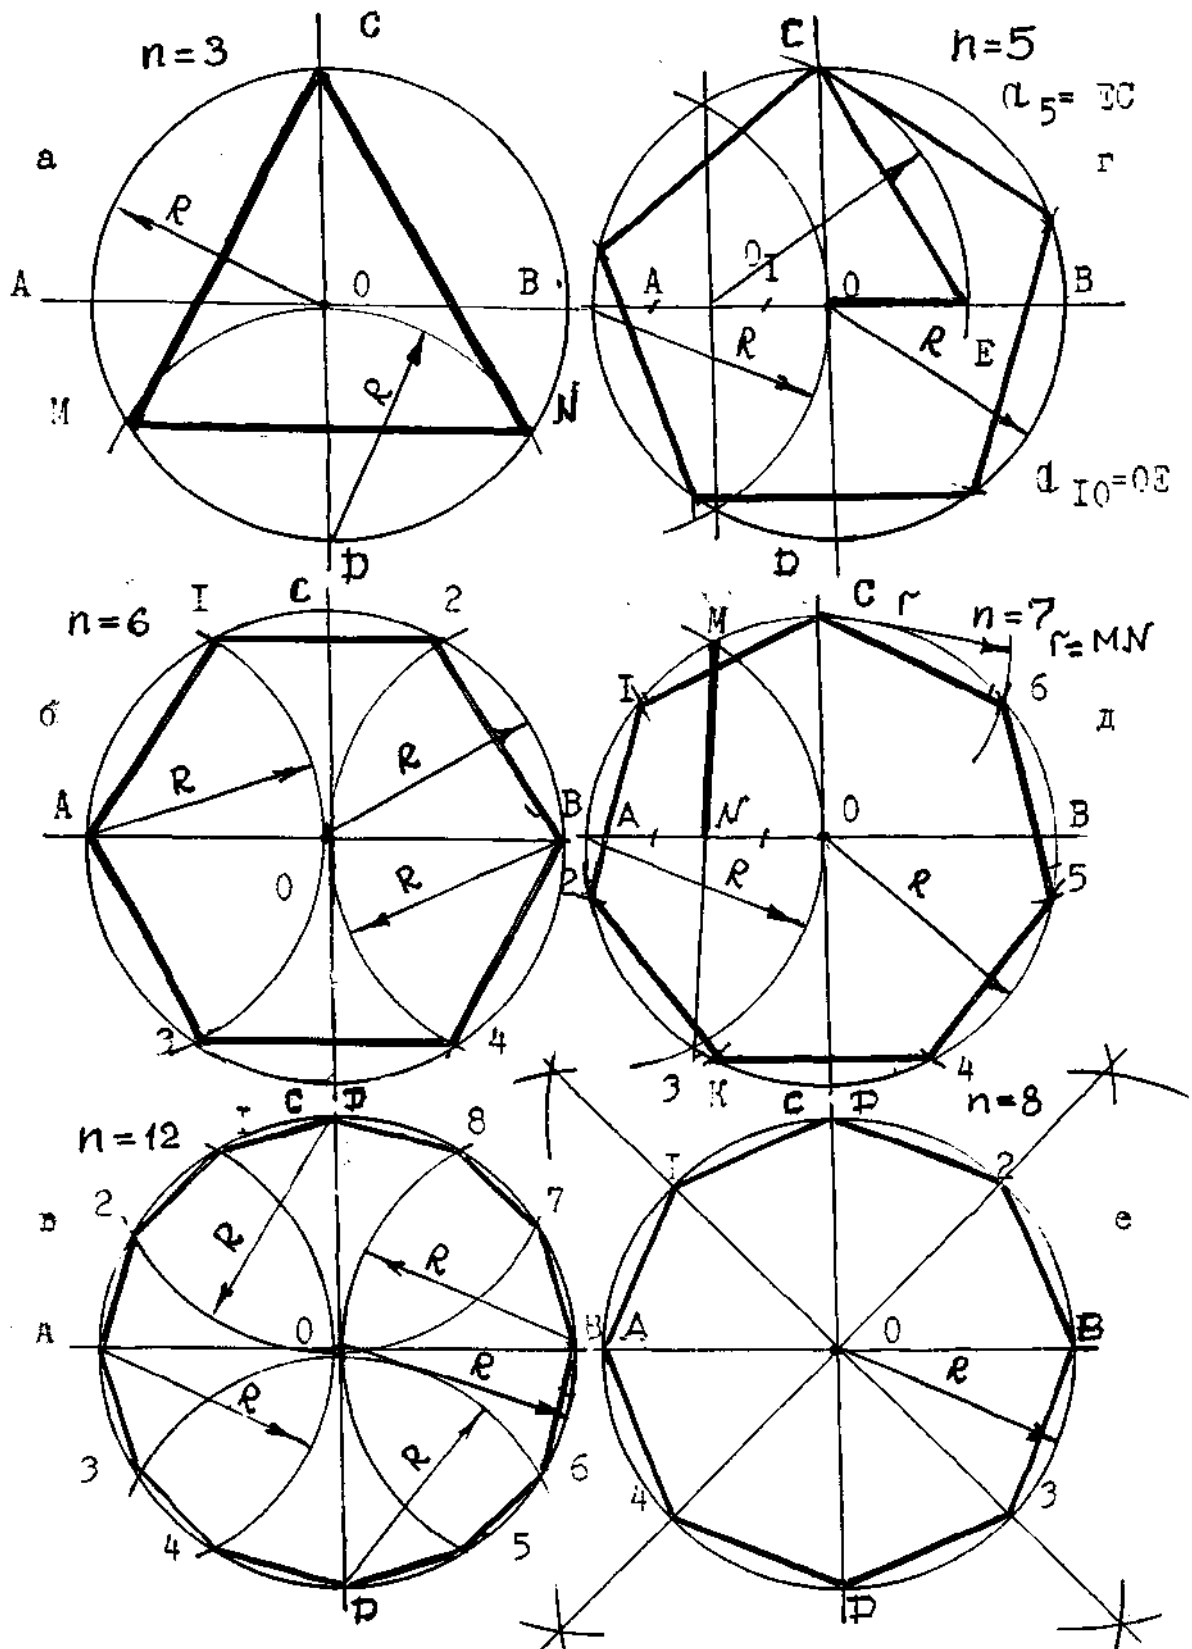

Рис. 22. Деление окружности: а - на 3 части; б - на 6 частей; в - на 12 частей; г - на 5 и на 10 частей; д - на 7 частей; е - на 8 частей
Деление окружности на равные части представлено на рис. 22
- ❖ *На три равные части* окружность делится точками *C, M, N*. Их можно получить, если из точки *D* провести дугу радиусом окружности до пересечения с окружностью в точках *M* и *N*. Соединяя точки *M, N* и *C*, получим правильный вписанный треугольник (рис. 22, а).
- ❖ *На шесть равных частей* можно разделить окружность, если из точек *A* и *B* горизонтального диаметра радиусом окружности провести дуги, пересекающие окружность в точках *1, 2, 3, 4*. Соединяя точки деления между собой и с *A, B*, получим правильный вписанный шестиугольник (рис. 22, б).
- ❖ *На двенадцать равных частей* можно разделить окружность, если из точек *A, B, C, D* горизонтального и вертикального диаметров провести дуги, пересекающие окружность в точках *1, 2, 3, 4, 5, 6, 7, 8*. Соединив точки деления между собой и с *A, B, C, D*, получим правильный вписанный двенадцатиугольник (рис. 22, в).
- ❖ *На пять и десять равных частей*: радиус *AO* делят на две равные части точкой *O1*. С центром в точке *O1* проводят дугу радиусом, равным отрезку *O1C*. Эта дуга пересекает горизонтальный диаметр окружности в точке *E*. Отрезок *EC* даёт величину стороны правильного вписанного пятиугольника, а отрезок *EO* равен стороне вписанного десятиугольника (рис. 22, г).
вписанного семиугольника. (рис. 22, д).
- ❖ ***На восемь равных частей*** можно разделить окружность, если дуги между точками *A* и *C*, *B* и *C* разделить пополам. Соединяя точки деления, получим правильный вписанный многоугольник (рис. 22, е).